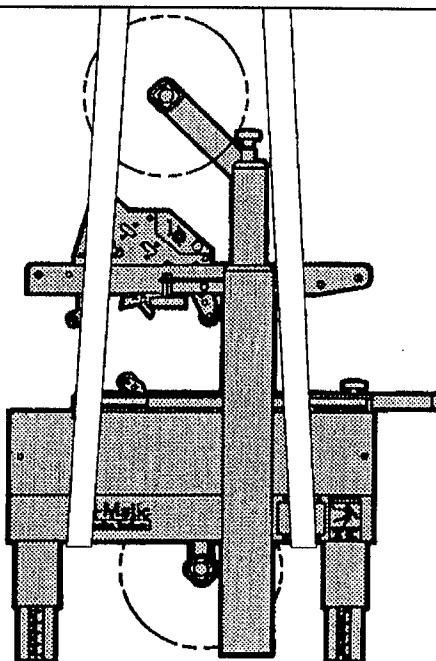

Figure 24
- 1 - Soulever la machine en utilisant un chariot élévateur (ou un autre outil approprié). Placer les fourches aux points indiqués sur la Figure 24.
- 1 - de machine moet met touwen of draagriemen opgetild worden, waarbij goed opgelet moet worden, dat de riemen zoals in afbeelding 24 aangegeven aangebracht worden.